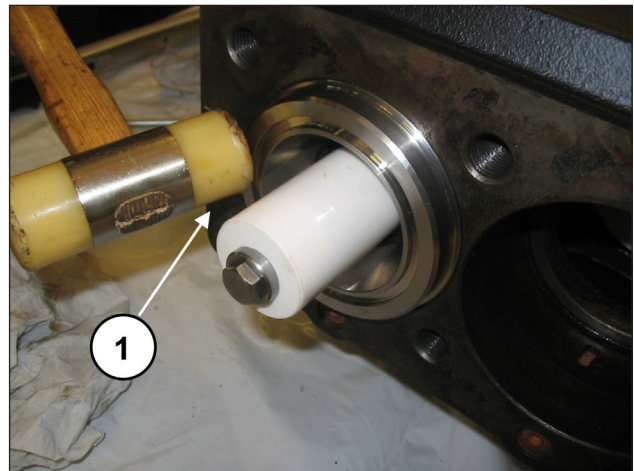
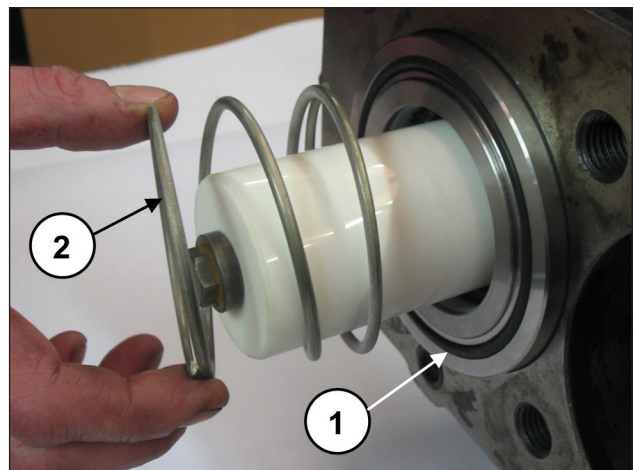

Abb. 169
Abb. 170
Vergewissern Sie sich, dass die Gruppe Buchse-Dichtungshalter bündig in ihrem Sitz liegt (Pos. ①, Abb. 169); setzen Sie den frontseitigen O-Ring der Buchse und die Feder (Pos. ①②, Abb. 170) ein.